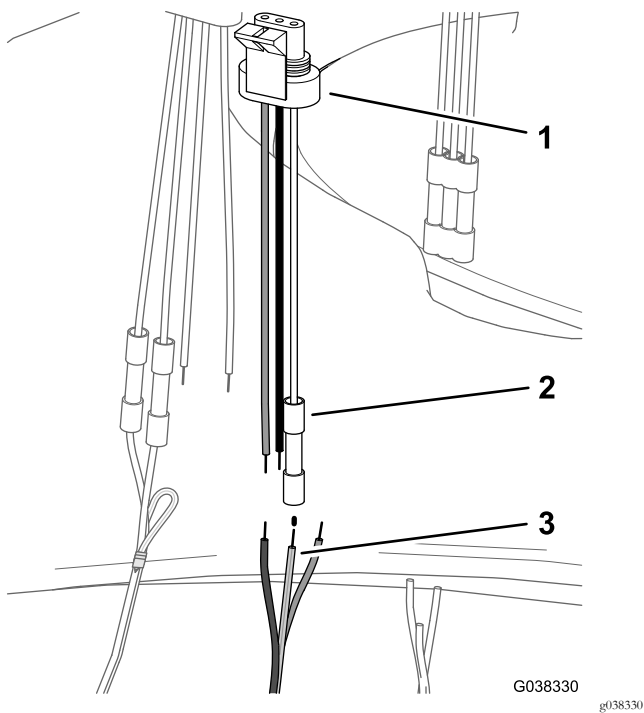

Рисунок 43
3. Совместите желто-зеленый провод жгута проводов DIN с белым проводом 3-штыревого переходника для клапана перемешивания (Рисунок 43); см. таблицу проводов для клапана перемешивания.